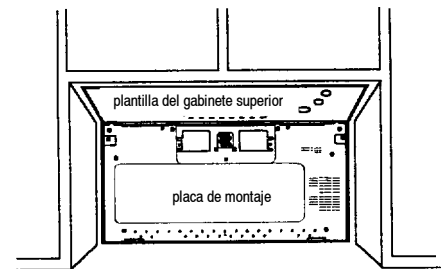

Figura 23
4. Centre la placa de montaje en la operación alineando el hilo de plomada en la pared con el centro de línea en la placa de montaje. Asegúrese de que el ancho mínimo sea de 30 pulgadas (76 cm) y que la parte superior de la placa de montaje esté localizado cuando menos a 30 pulgadas (76 cm) por encima de la superficie para cocinar. Vea la figura 23.
5. Mida la parte inferior del bastidor del gabinete superior. Recorte los bordes A, B y C en la plantilla del gabinete superior de manera que la plantilla quepa en la parte inferior del gabinete superior. Si el gabinete superior tiene un bastidor embutido, ajuste la plantilla de manera que quede dentro del área embutida. Alinee la línea central de la plantilla del gabinete superior con la línea central de la placa de montaje, después coloque firmemente en su lugar con cinta o tachuelas la plantilla del gabinete superior. Vea la figura 23.